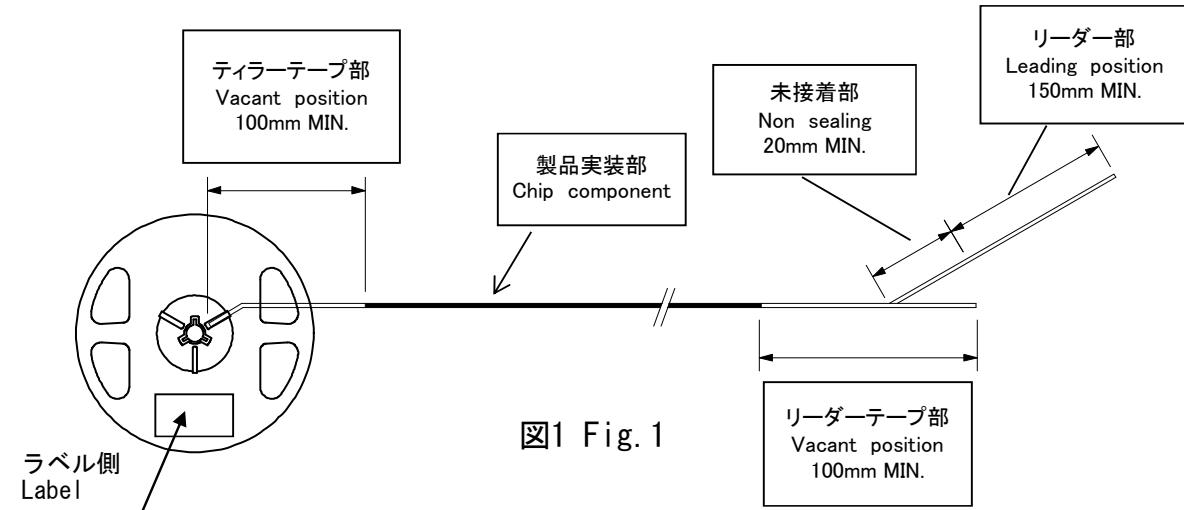

図1 Fig. 1
6.4. テーピングの巻き状態 Taping method 図1に依る。Fig.1